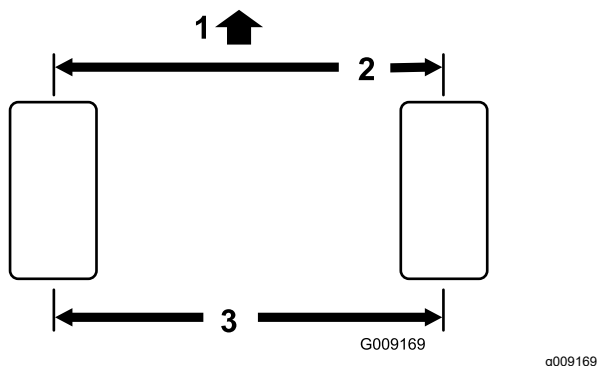

Figure 91
1. Mesurez l'entraxe (à hauteur d'essieu) à l'avant et à l'arrière des roues directrices. Le pincement à l'avant doit être inférieur de 3 mm au pincement à l'arrière (Figure 91).